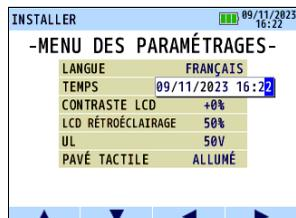

Fig. 7-4 Ajustement de l'horloge
- (1) Sur l'écran de réglage de l'horloge (fig. 7-4), sélectionnez le paramètre (jour/ mois/ année/ heure/ min) à régler avec le commutateur ◀ (F3) ou ▶ (F4).
- (2) Utilisez le commutateur ▲ (F1) ou ▼ (F2) pour modifier la valeur du paramètre sélectionné et appuyez sur ENTER pour confirmer. (Appuyer sur le commutateur ESC pendant l'ajustement peut revenir à l'étape précédente.)